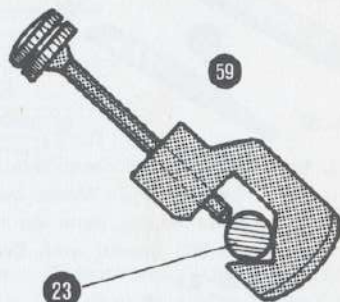
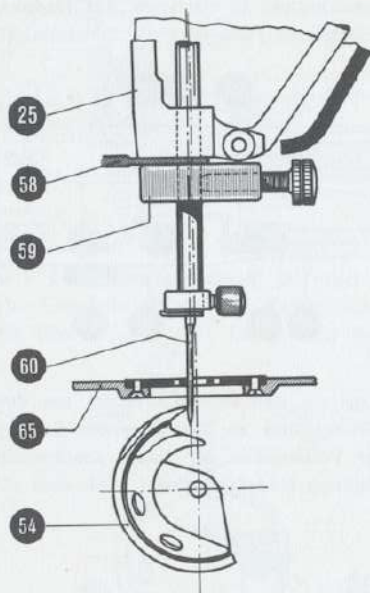

Abb. 32
Abb. 33
Man stellt den Linksstich ein, fährt die Nadel in die Tiefstlage, setzt das Klemmstück (59) (Abb. 32) auf die Nadelstange, legt die Lehre 1,8 an der Unterkante des Schwenksupports (25) und stellt sie mit dem Klemmstück fest (Abb. 33). Nun zieht man die Lehre heraus und fährt mit der Nadelstange hoch, bis das Klemmstück am Schwenksupport (25) anstößt.